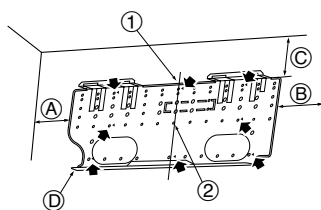

Fig. 3-4
► El soporte de montaje se fijará por ambos extremos y por el centro, si es posible. No lo fije nunca por un solo punto o de manera asimétrica. (Si es posible, sujete el soporte por todos los lados marcados con una flecha gruesa.) (Fig. 3-4)